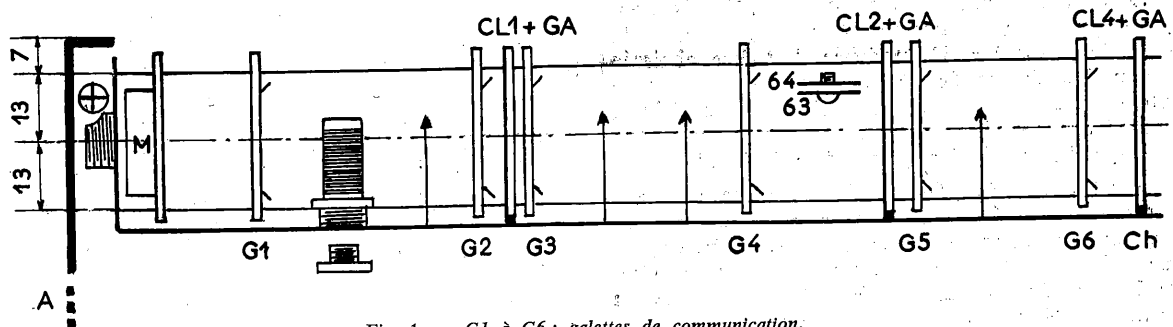

Fig. 1. — G1 à G6 : galettes de communication.
Les figures 1, 2 et 3, qui sont stylisées, sont plus explicites qu'un long texte. Nous nous bornerons à exposer quelques remarques et à relater notre propre réalisation. Chacun pourra improviser selon ses vues personnelles.
**Figure 1.** — Seul le premier bobinage a été dessiné. Les autres sont représentés par des flèches. Toutes les galettes (ainsi que celles du PA) sont d'un seul modèle, pour plus de facilité d'approvisionnement. Conséquence : les galettes 2, 4 et 6 « tournent le dos » aux circuits qu'elles commutent. Pour la clarté du dessin sur les figures 1 et 2, deux pinces de contact seulement ont été représentées. Entre la 4e galette et la 2e cloison, on voit le profil du porte-pivot (pièce 63 modifiée) et du levier de side band (pièce 64). Trois guides d'axe mis en place après chaque cloison contribuent à une bonne mise en ligne et à la rigidité du commutateur qui est très long pour 6 galettes seulement.
Sur le côté gauche du châssis du HW32-A, tracer à l'équerre un trait à 11 cm de l'arrière du panneau avant, et percer des trous de 3,2 mm et 8 mm aux cotes indiquées sur la figure 1. A l'avant du châssis auxiliaire, mettons en place sur les tiges filetées une entretoise de 5 mm et un écrou de 3. Après blocage du gros écrou de 10 sur la douille filetée de fixation, limons à la queue de rat, cette douille, ainsi que les écrous de 3, dans l'espace où est représenté par une croix dans un cercle le toron de fils de câblage. Cette précaution va nous permettre de ne pas risquer de blesser les fils plastifiés. Remarquons que le type de mécanisme recommandé ne comporte pas de jonc d'arrêt à l'avant de l'axe du commutateur, nous pou-